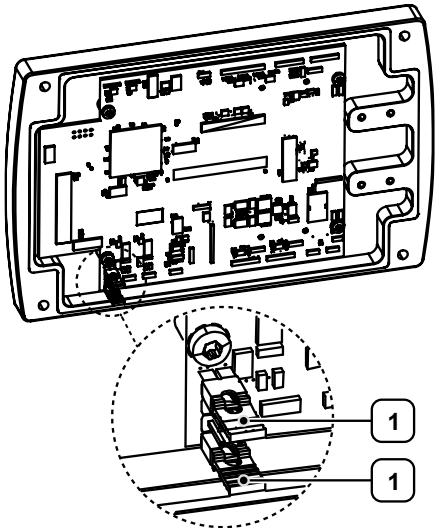

Figura 32: Ajuste de los puentes (ejemplo)
- ▷ Inserte los dos puentes en las posiciones correspondientes de la placa de circuito impreso principal (véase "Figura 32: Ajuste de los puentes (ejemplo)").